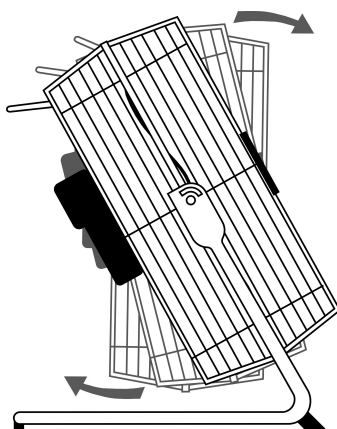

Fig. 2
- Los aparatos de la serie TURBO disponen de cabezal regulable, gracias al que usted puede inclinar el cabezal hacia arriba o hacia abajo, según sus necesidades (Fig. 2).